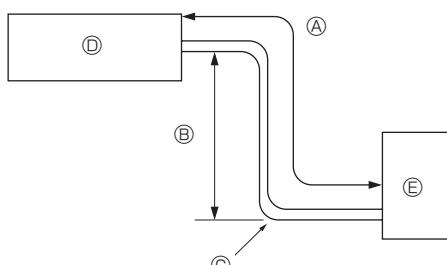

Fig. 2-1
2.1. Труба холодаагента (Fig. 2-1)